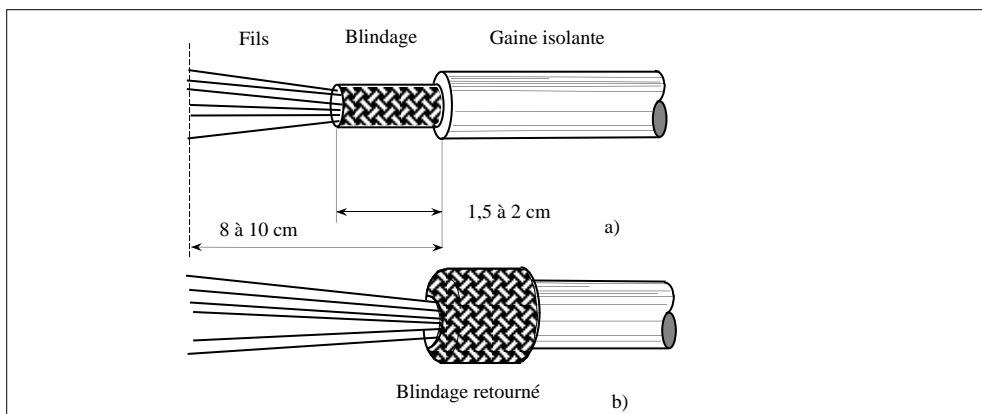

Figure 3-19 Dénudage du câble de communication pour mise à la masse de blindage
- **Dénuder** le câble blindé comme expliqué sur la figure 3-19,a.
- **Retourner** le blindage sur la gaine isolante (figure 3-19,b).
- **Introduire** le câble dans le guide de façon à ce que le blindage se trouve sous le guide métallique (voir figure 3-19).